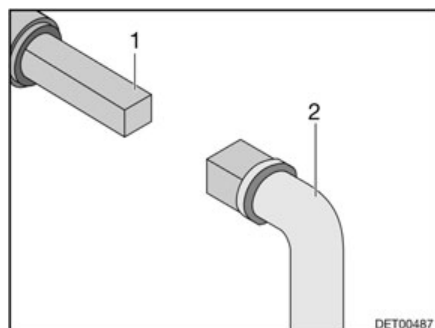

Fig. 237 Utilisation du robinet d'évacuation des eaux usées
- Insérer la clé (Fig. 237,2) sur la vis à quatre pans (Fig. 237,1).